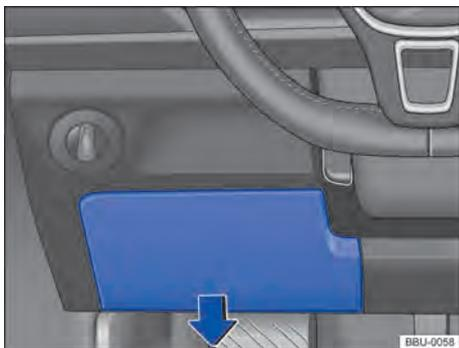

Fig. 157 À esquerda do volante: cobertura da caixa de fusíveis no painel de instrumentos.
- Empurrar a cobertura para baixo no sentido da seta e removê-la → **Fig. 157**.
- Para *instalar*, pressionar a cobertura no sentido contrário ao da seta nos alojamentos do painel de instrumentos, até que encaixe de forma audível → **Fig. 157**.